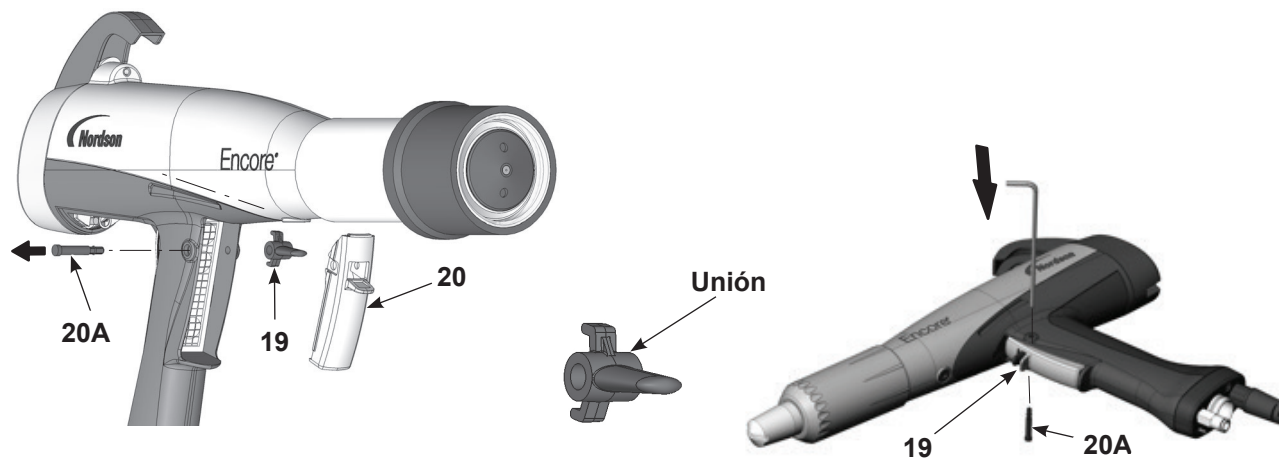

Figura 6-7 Extraer el eje y el activador de la empuñadura
3. Ver la Figura 6-7. Colocar la pistola de aplicación en la superficie sólida de forma que el extremo del diámetro pequeño del eje del activador (20A) esté orientado hacia arriba.
5. Extraer el activador de aplicación (20), el actuador (21, no se muestra), y el activador de purga (19) de la empuñadura.